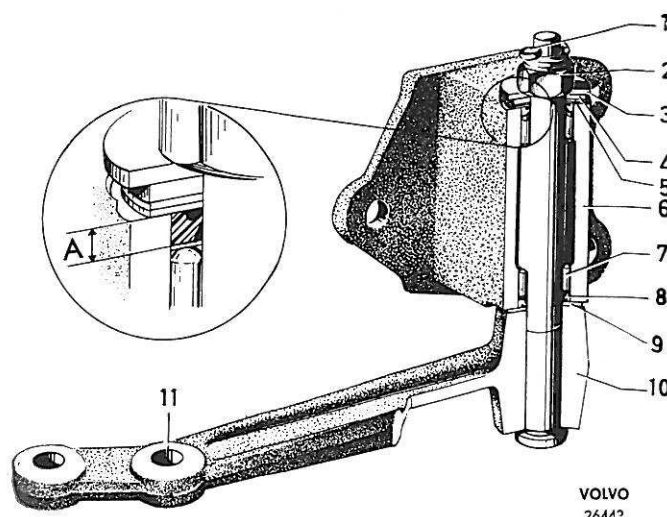

Figure 63. Montage du bras intermédiaire
- b. Concerne le modèle indiqué sur la figure 63. Enfoncer les roulements à aiguilles jusqu'à avoir une cote A de 3,2 à 3,5 mm. Mettre les joints d'étanchéité dans cet espace, avec garniture d'étanchéité tournée vers l'extérieur.